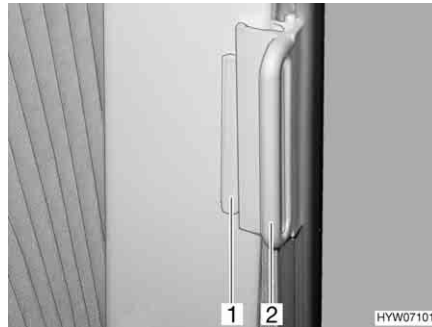

Fig. 106 Tendina oscurante pieghevole, finestra della cabina guida
- Afferrare l'impugnatura (Fig. 106,2) delle tendine oscuranti pieghevoli e chiudere tirando con prudenza finché il fermo magnetico non blocca la tendina oscurante pieghevole.
- Spingere l'impugnatura (Fig. 106,2) fino al sopralzo (Fig. 106,1). La tendina oscurante pieghevole è ora bloccata.